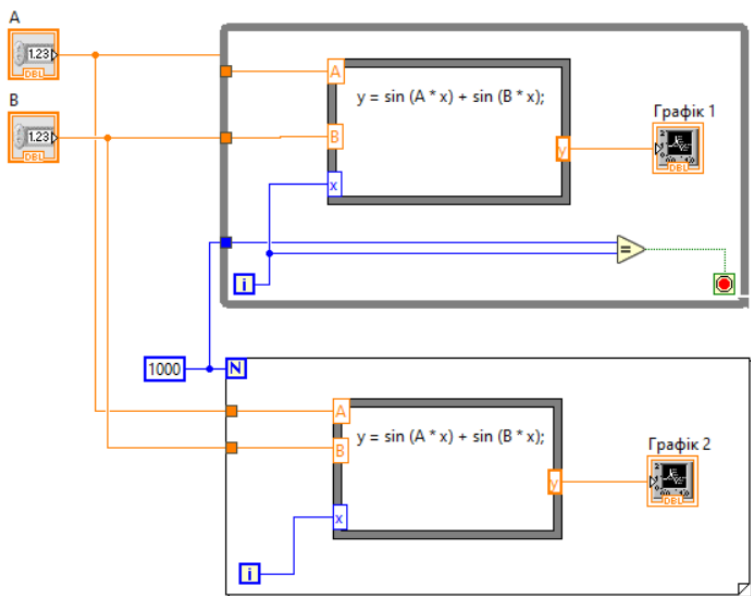

Рис. 10
9. На даний момент блок-діаграма повинна виглядати так, як показано на рис. 10.